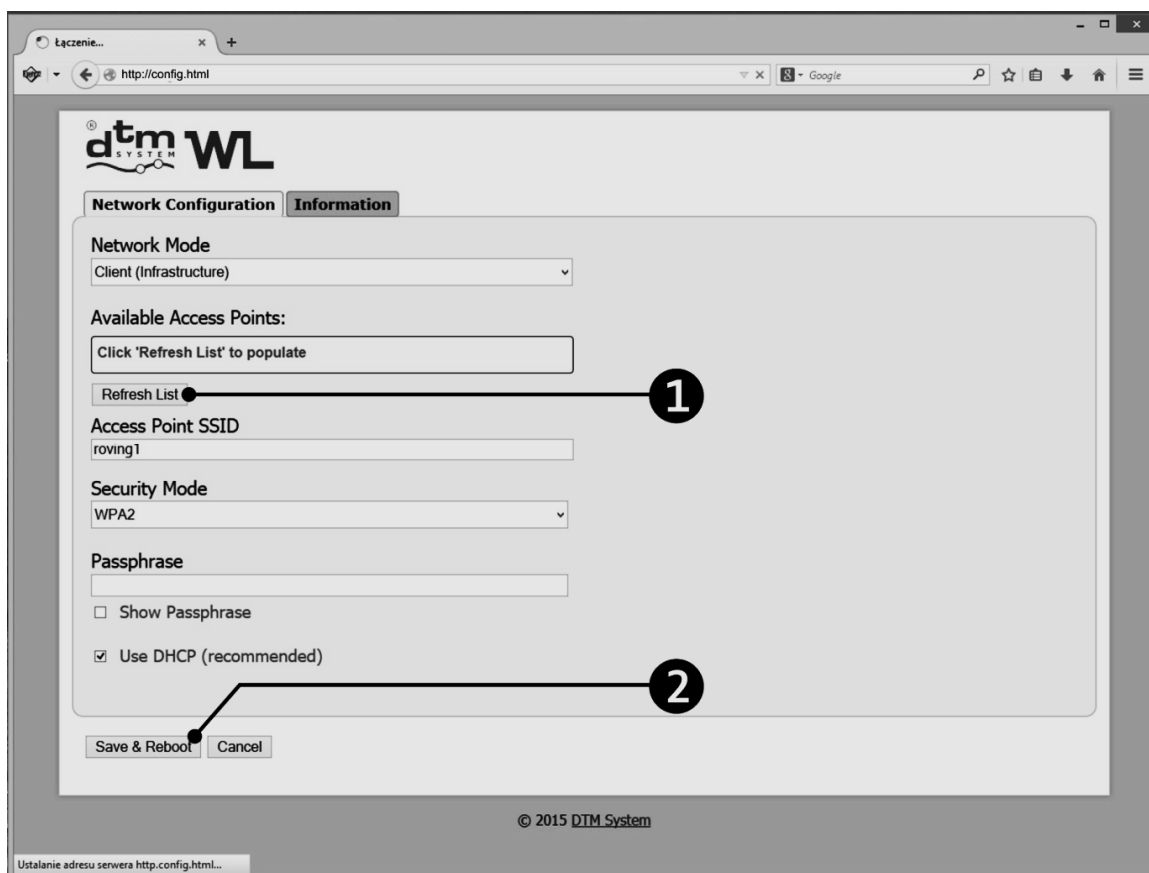

Abb. 6 Ansicht des Konfigurationspanels der Karte WL.
- Schritt 4:** man soll den Browser WWW betätigen und die Adresse der Webseite angeben: <http://config.html>. Der Browser wird das Konfigurationspanel der Karte WL anzeigen (Abb. 6).
- **Schritt 5:** Wir suchen zugängliche Netze mit der Taste 'Refresh List' (Abb.6, Pos.1) aus. Die Karte wird in den Modus der Suche nach zugänglichen Netzen Wi-Fi übergehen.